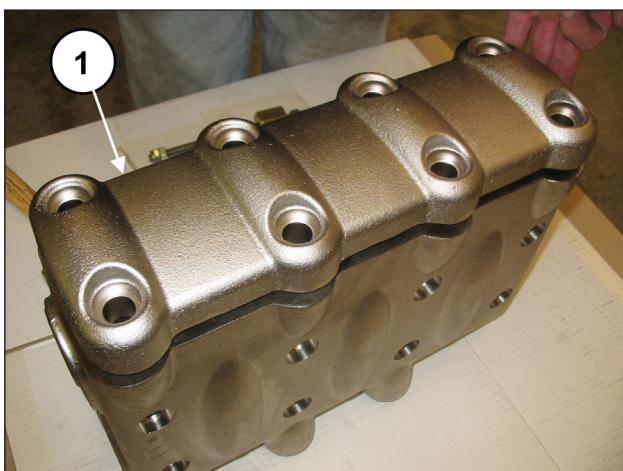

Рис. 89
Открутите 8 винтов M16x55 крепления крышки клапанного узла (поз. ①, Рис. 88) и снимите крышку (поз. ①, Рис. 89).